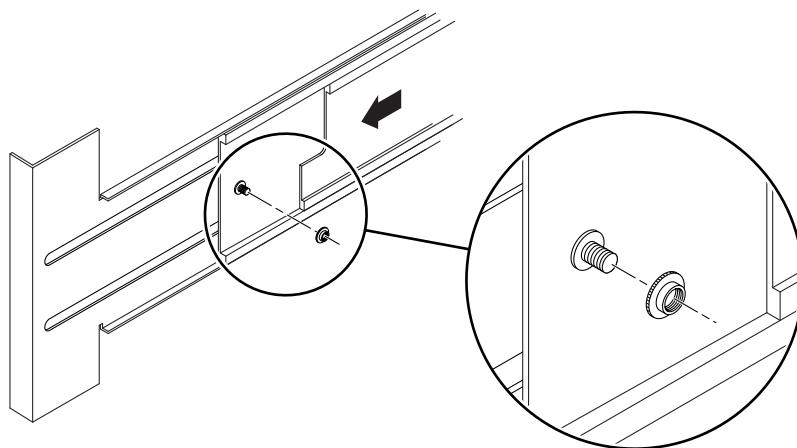

図 3-12 固定ワッシャーの挿入および取り付け
3. システムの背面で、付属の固定ワッシャーをボルトに挿入して締めます (図 3-12)。ワッシャーの段の部分を上に向けます。
3. システムの背面で、スライドに取り付けたねじ式のワッシャーを各ボルトから取り外します (図 3-12)。